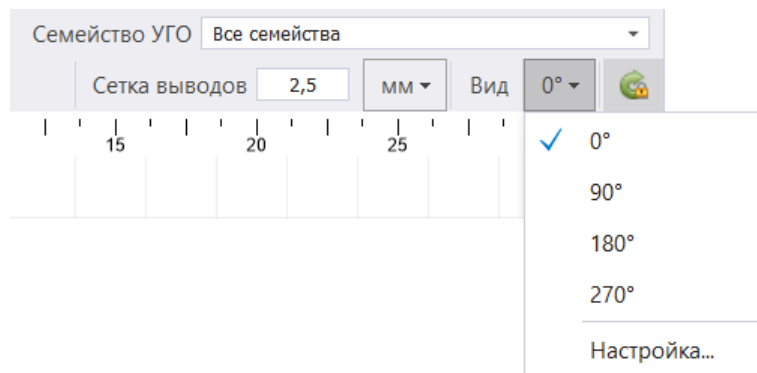

Рис. 183 Настройка типов отображения УГО
5. Раскрыть выпадающий список «Вид» и выбрать тип отображения представления УГО, Рис. 183.